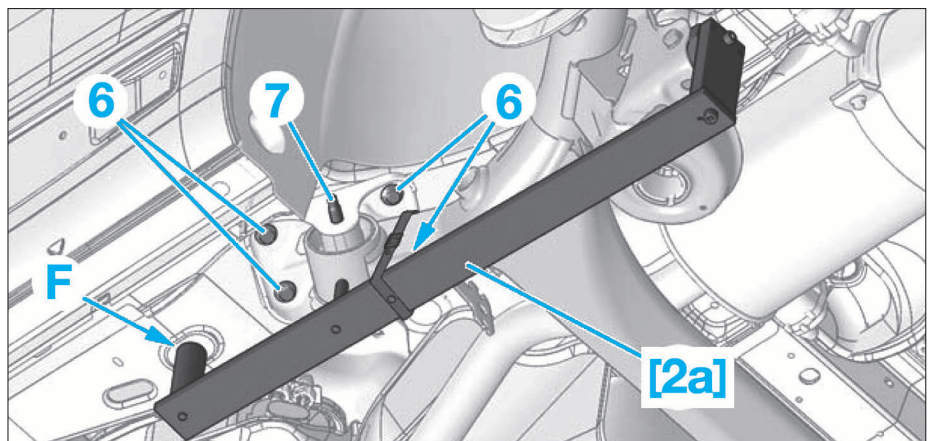

FIG. 51
- Ajuster le positionnement du train arrière par rapport aux trous de pigeage (en "F") (Fig.51).
- Reposer les vis (6).